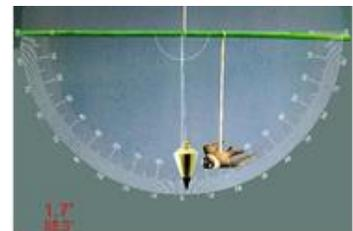

Figura 2. Herramienta *Protractor*.
4. Cuando las varillas se encuentren en posición horizontal, esto se puede saber utilizando el nivel de mano o la herramienta *Protractor* de la aplicación *Tool Box* (ver figura 2), mide la distancia de separación entre el punto de apoyo y los hilos que sujetan al cuerpo y a la siguiente varilla.